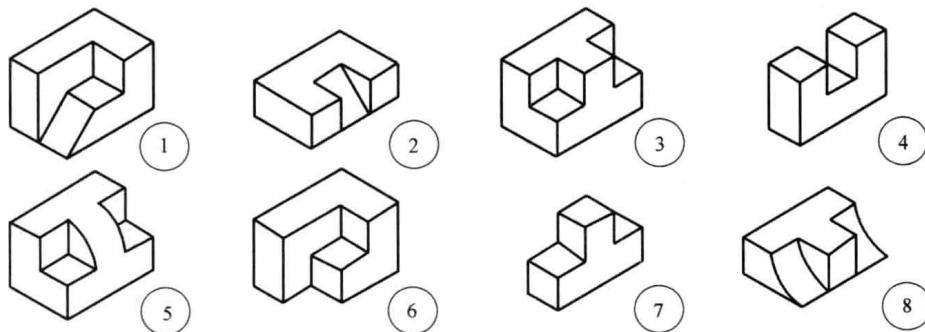

图 1-17
1. 根据立体图分析三面投影图，选择正确答案并填空（图 1-17）。